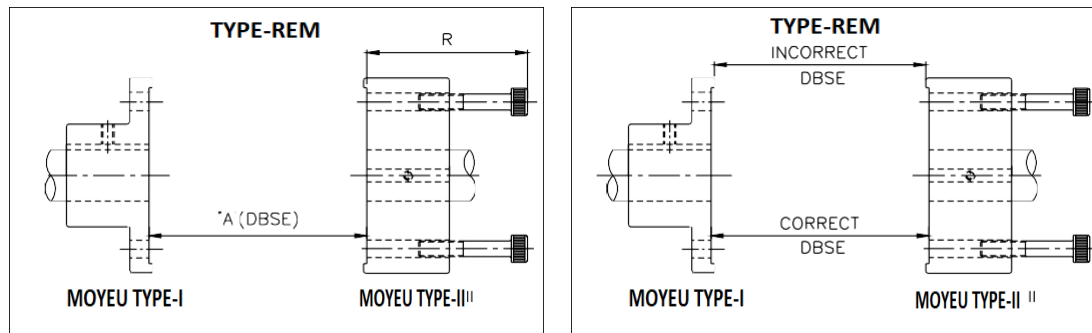

Figure. 3
2. Montez les moyeux sur l'arbre correspondant à l'aide des clés et des vis de réglage. Pour les moyeux de type II, un jeu de boulon minimum «R» est requis pour le désengagement de l'assemblage d'entretoise. Vérifiez donc la distance «R» avant de monter les moyeux comme indiqué sur la figure 3. La valeur de R est donnée dans le catalogue respectif.